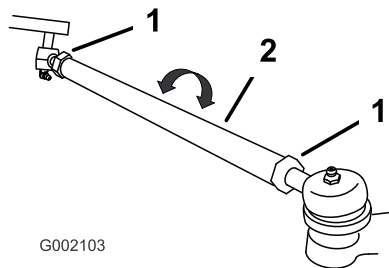

図 33
2. 前後の測定値が適正值から外れている時には（適正值はこの項の一番最初に示されている）、タイロッド両側のジャムナットをゆるめる（図 33）。